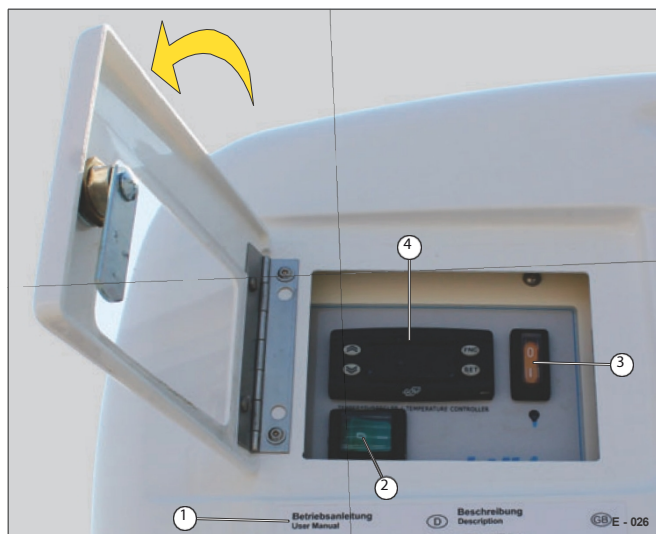

Fig. 26 Operar o condicionador de ar
- ▶ Ligar o interruptor principal verde (Fig. 26/2).
Siga o guia rápido (Fig. 26/1) no aparelho de refrigeração.
- ▶ Se necessário, acender a luz da superestrutura com o interruptor cor de laranja (Fig. 26/3).